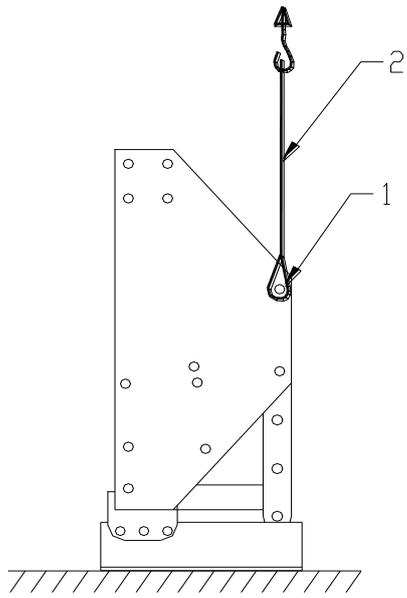

Fig. 1.
La máquina se entrega en pallet. Para instalar la máquina detrás del tractor, proceda de la forma siguiente(vea las fig.1, 2, 3, 4, 5 y 6 )
2. Conecte firmemente la eslinga 2 de aproximadamente 2.5 mtr (8 ') junto con los grilletes D- a los orificios 1 a cada lado de las máquinas, tal como se indica en la Fig.1.